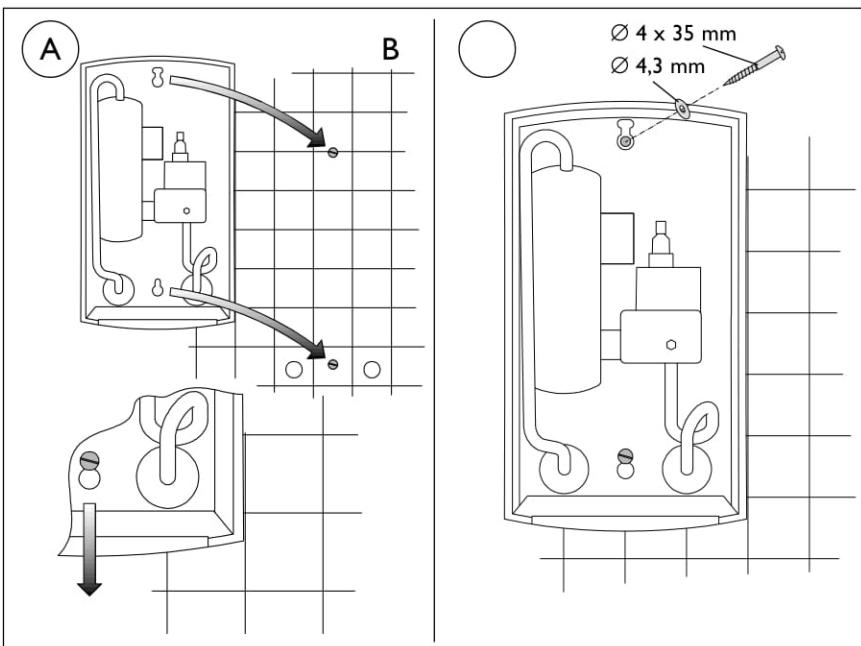

Рис. 9
5. При подштукатурном монтаже водопровода ввинтить в стенную шайбу в соответствии с рис. 12. Прибор насадить на винты и зафиксировать (рис. 9 А).